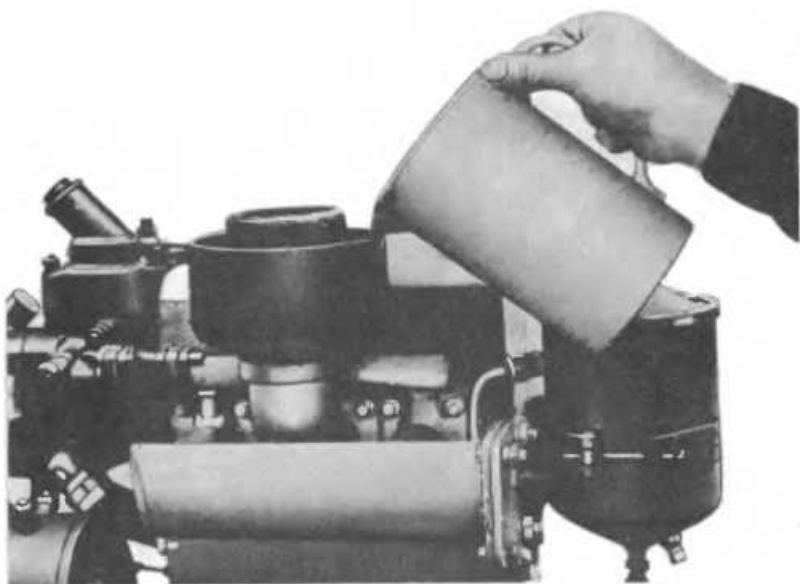

Рис. 100. Заливка масла в воздухоочиститель
6. Снимите крышку воздухоочистителя, проверьте наличие масла в ванне корпуса и, в случае необходимости, долейте до уровня 12 мм (рис. 100) на дизеле 1ч 8,5/11 и до указателя на 2ч 8,5/11 и 4ч 8,5/11 (выполняйте при первом пуске, затем при очередном техническом обслуживании).